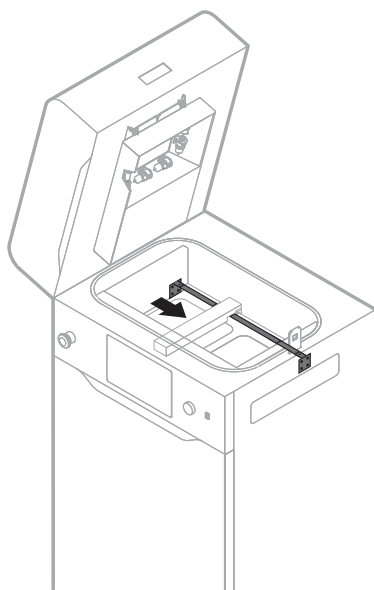

Abb. 16 Steuern des Recoaters.
8. Halte den Strip fest und positioniere den Recoater in der Mitte, zwischen den Beds (Abb. 16). Verwende eine der verfügbaren Möglichkeiten: